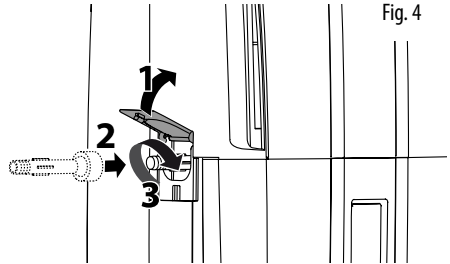

Fig. 4
- Ouvrir la trappe qui se trouve sur le côté de l'appareil et visser le bec au raccord, comme le montre la figure 4.